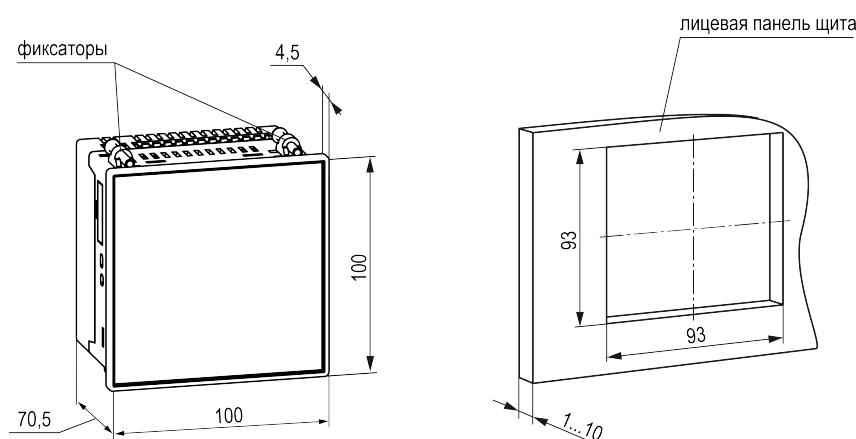

Рисунок 5.2 – Габаритные размеры и монтажного отверстия в щите
1. Подготовить в щите управления монтажный вырез для установки прибора (см. рисунок 5.2).